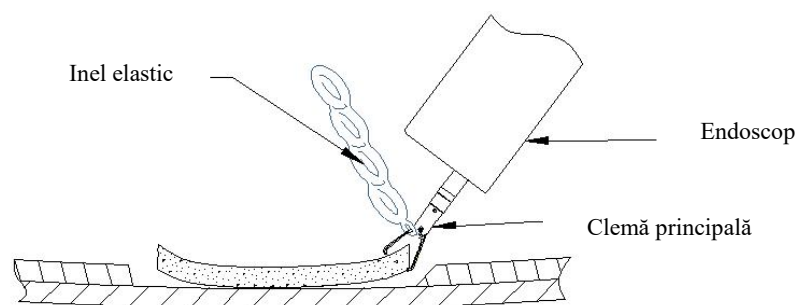

Fig .4
7. Când sunteți mulțumit de poziționarea clemei, închideți clema pe țesut trăgând inelele cu degetele înapoi până când se simte rezistență în mâner. Poziția clemei poate fi acum evaluată înainte de fixare (Fig.4). Dacă clema nu este în poziția dorită, eliberați ușor inelele degetelor și re poziționați dispozitivul.